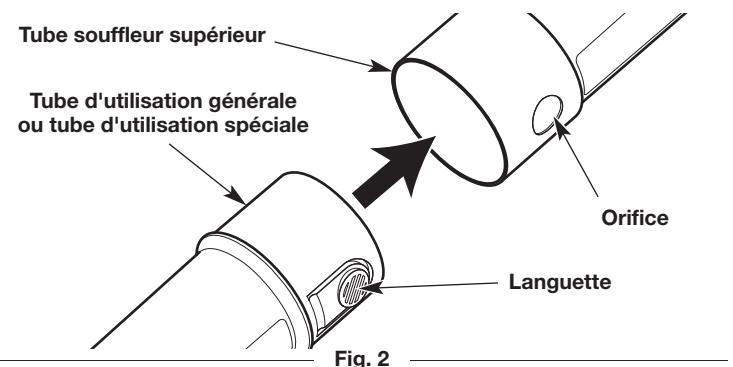

Fig. 2
- Alinez l'onglet sur le tube d'utilisation générale ou d'utilisation spéciale avec l'ouverture sur le tube du souffleur supérieur (Fig. 2).
- Insérez le tube d'utilisation générale ou d'utilisation spéciale dans le tube de souffleur supérieur jusqu'à ce que l'onglet s'enclenche dans l'ouverture (Fig. 2).
- Enfoncez fermement l'onglet du tube d'utilisation générale ou du tube d'utilisation spéciale et sortez le tube d'utilisation générale ou d'utilisation spéciale du tube du souffleur supérieur (Fig. 2).